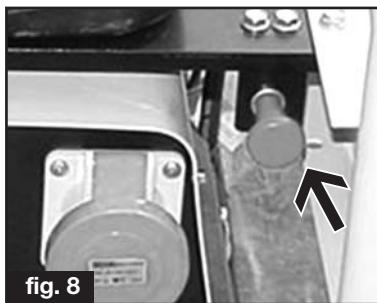

fig. 8
2) Version W 230 : tirer la poignée située sur le tableau de bord (voir fig. 8) ; dès que le moteur est complètement éteint, déplacer à nouveau la clé sur la position " OFF ".